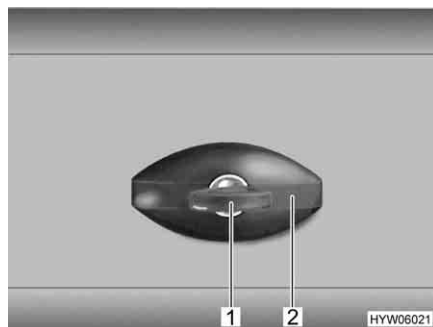

Bild 28 Lucklås, ellipsformat, låst
- Öppna:** ■ Stick in nyckeln i låscylindern (Bild 28,1) och vrid ett kvarts varv moturs. Låshandtaget (Bild 28,2) frigörs.